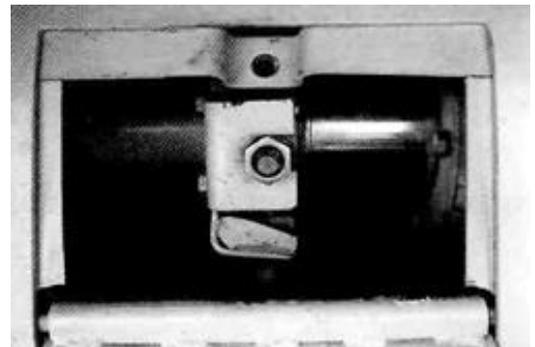

Рис. 6-21
3. Смазать натяжной рычаг промежуточной шестерни, в 2 местах (См. Рис. 6-21)